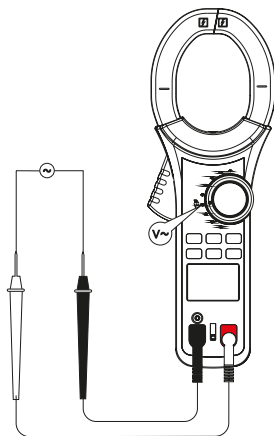

Рис. 4 Измерение напряжения переменного тока
## 7.2 Измерение напряжения переменного тока (рис.4)
3. Подключите щупы параллельно к тестируемой цепи или нагрузке (см. рис. 4).